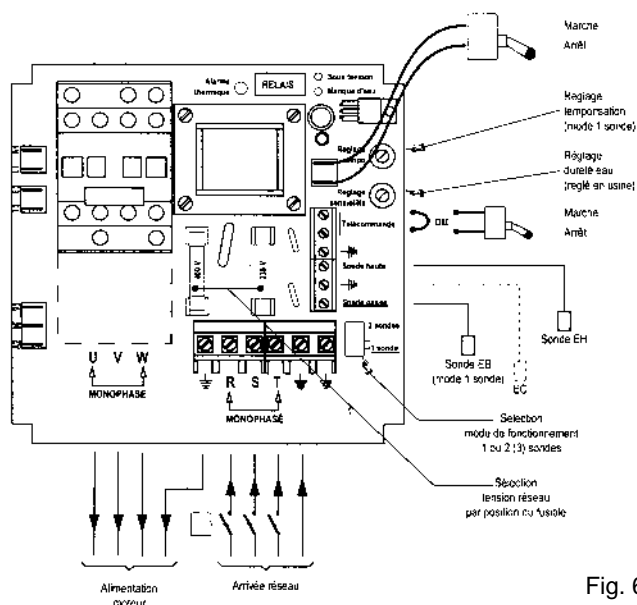

Fig. 6
- Raccorder l'autre extrémité du câble de l'électrode sur le bornier du coffret comme indiqué sur la figure 6 ci-après.
Placer le commutateur « mode de fonctionnement » de la figure 6 sur « 1 sonde ».
Placer le commutateur « mode de fonctionnement » de la figure 6 sur « 2 sondes ».
Raccorder l'autre extrémité du câble de chaque électrode sur le bornier du coffret comme indiqué sur la figure 6 ci-après :
- Suivant la tension du réseau (230 V ou 400 V) placer le fusible sur la tension correspondante (voir fig. 6).
- Raccorder le réseau électrique conformément au schéma ci-dessous (fig. 6).
- Tourner légèrement le potentiomètre de réglage rep : R15 de la figure 6 dans le sens horaire pour augmenter le temps de temporisation ou dans le sens anti-horaire pour le réduire.
- 3 - Tourner légèrement le potentiomètre de réglage de la sensibilité rep : R25 de la figure 6 dans le sens horaire.